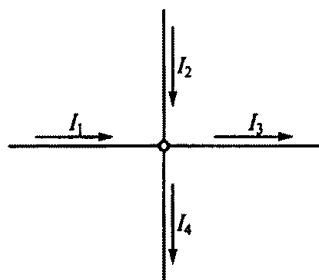

Рис. 28
1.42. Какое из уравнений, составленных для схемы, показанной на рис. 28, неверное?